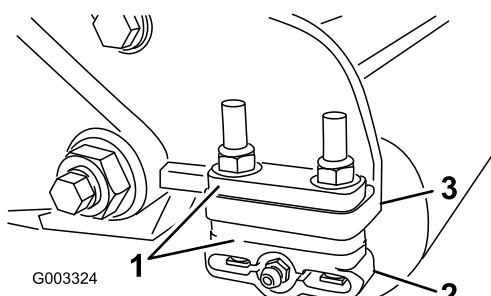

Рисунок 14
- Отрегулируйте кронштейны заднего валика (Рисунок 14) на необходимый диапазон высоты скашивания путем установки необходимого количества проставок под монтажный фланец боковой пластины (Рисунок 14) в соответствии с таблицей высоты скашивания.